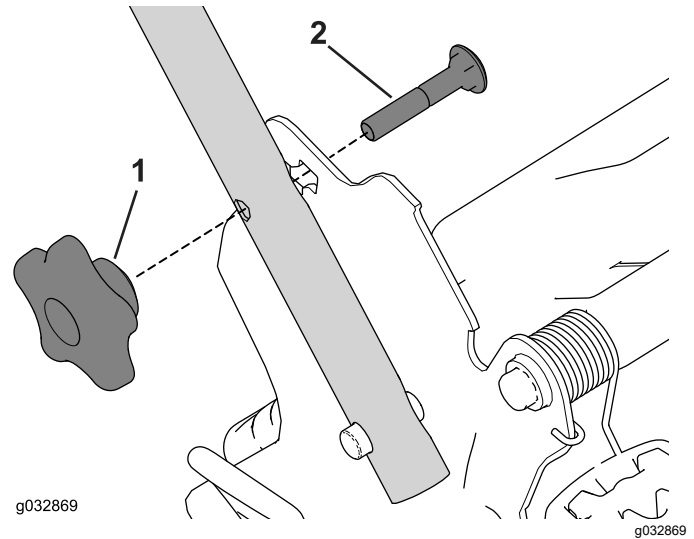

Figura 20
- Retire y guarde los 2 pomos del manillar y los 2 pernos de cuello cuadrado de los soportes del manillar (Figura 20).